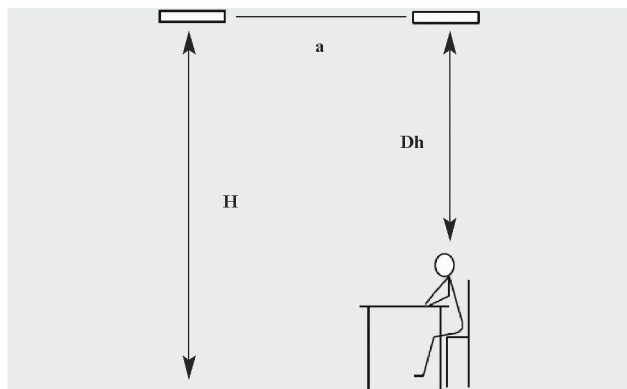
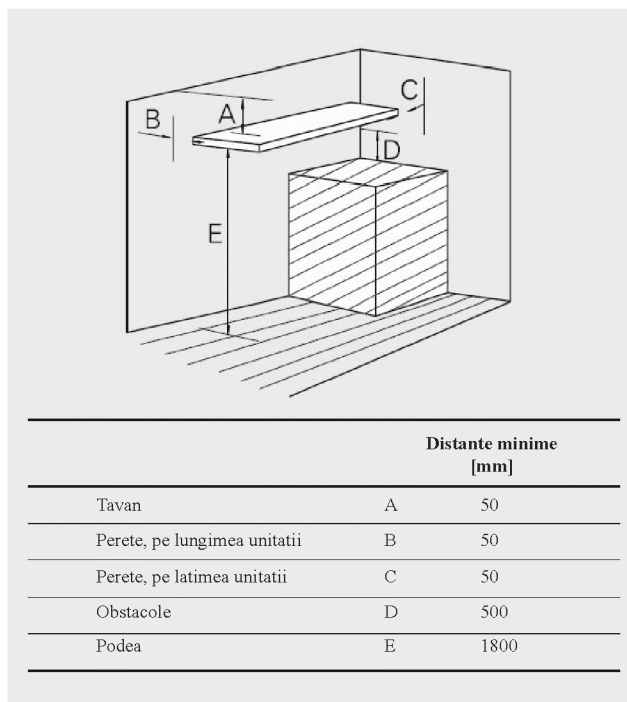
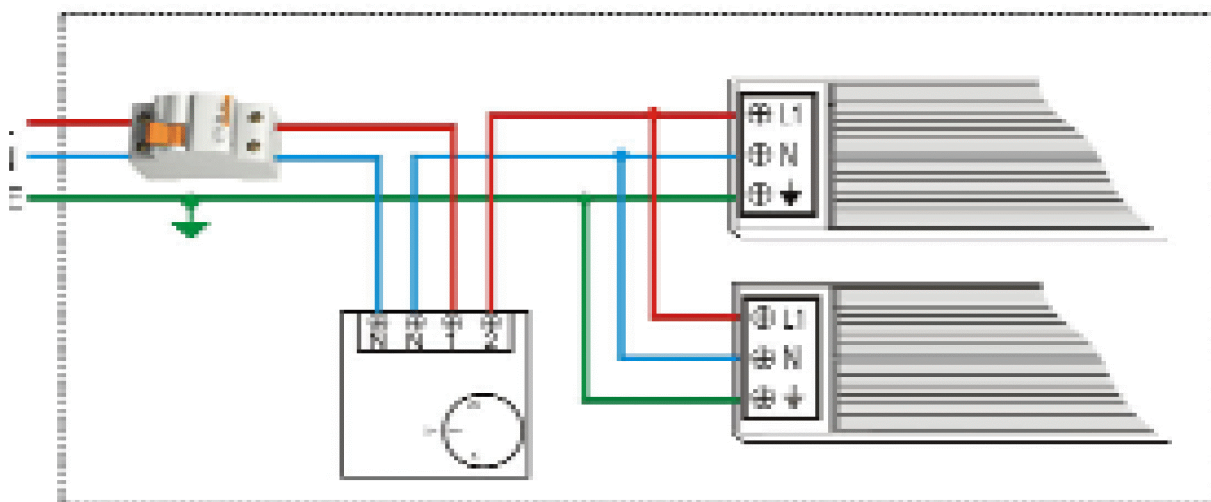

Fig. 2: Pozitionare verticala.
Fig. 3: Distanțe minime de montaj.
Fig. 4: Kit montaj.
La instalarea panourilor distanta dintre unitati ar trebui sa nu fie mai mare decat inaltimea dintre unitate si podea, adica (a) ar trebui sa fie mai mica decat (H), vezi Fig.2. In camere folosite rar aceasta distanta poate fi mai mare. In camere folosite des distanta dintre panou si o persoana care sta la birou ar trebui sa fie macar 1,5 - 2 metri ( $\Delta h$ ). Cand aceste doua conditii sunt indeplinite diferenta de temperatura de operare nu va depasi nivelul de confort  $\Delta t_{op} = 5^\circ\text{C}$ . Asta inseamna ca diferenta dintre temperatura reala si temperatura resimtita de catre o persoana nu va fi mai mare de  $5^\circ\text{C}$ .
Panourile se monteaza pe tavan, pe armaturi sau suspendate de tavan sau pe perete prin intermediul bratarilor cablurilor sau lanturilor. Panourile sunt fabricate pentru instalare permanenta. Pentru distantele minime de montaj, vezi Fig.3. Kitul de montaj se gaseste in ambalajului panoului, vezi Fig.4.
Panourile se monteaza pe tavan sau pe perete, pe armaturi sau suspendate de tavan prin intermediul cablurilor sau lanturilor. Panourile sunt fabricate pentru instalare permanenta. In locatii folosite frecvent, panoul trebuie montat la o inaltime de 1,5 - 2 metri deasupra capului, vezi Fig.2. Distanta dintre panouri nu trebuie sa fie mai mare decat distanta dintre panou si podea, adica  $a < H$ , vezi Fig.2. Distantele minime de montaj sunt date in Fig.3. Bratarile de montaj cat si suruburile se gasesc in ambalajul panoului.